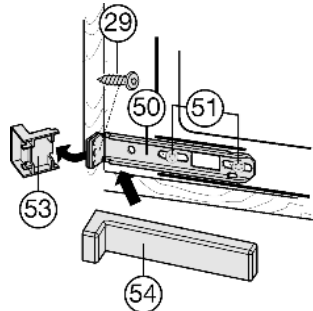

Fig. 20
- ▶ Schroeven *Fig. 20 (51)* iets losdraaien.
- ▶ Onderstebevestigingshoek *Fig. 20 (50)* met spaanderplaatschroef *Fig. 20 (29)*  $\varnothing 4 \times 19$  aan de meubelwand vastdraaien.
- ▶ Het uitstekende uiteinde van de afdekking *Fig. 20 (53)* afbreken. Dit is niet meer nodig.
- ▶ Schroeven *Fig. 20 (51)* aandraaien.
- ▶ Afdekking *Fig. 20 (54)* op de onderste bevestigingshoek *Fig. 20 (50)* plaatsen.